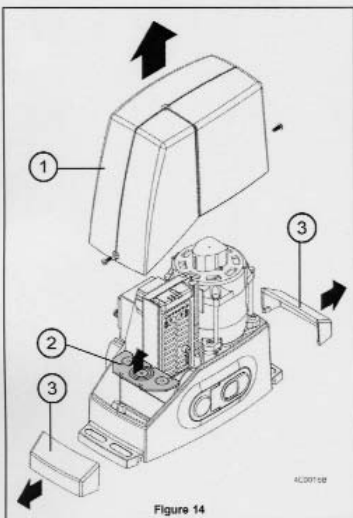

Figure 14
- Retirer la protection du moto-réducteur (1 fig. 14), la porte presse étoupe (2 fig. 14) et retirer les couvercles des pattes de fixation (3 fig. 14).